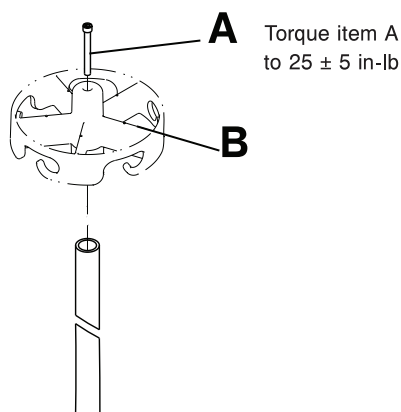

Fig. 8-32: Udskiftning af top til dropstativ
1. Brug en 3/16 tommer sekskantnøgle til at fjerne cylinderskruen (A) fra midten af dropstativets top (B). Læg skruen til side (Fig. 8-32 på side 8-50).
4. Brug en 3/16 tommer sekskantnøgle til at installere cylinderskruen (A) (fjernet på trin 1) og sikre toppen til stativet. Brug en 3/8 tommer drejementnøgle til at spænde skruen til  $25 \pm 5$  in-lb ( $2,8 \pm 0,6$  Nm).